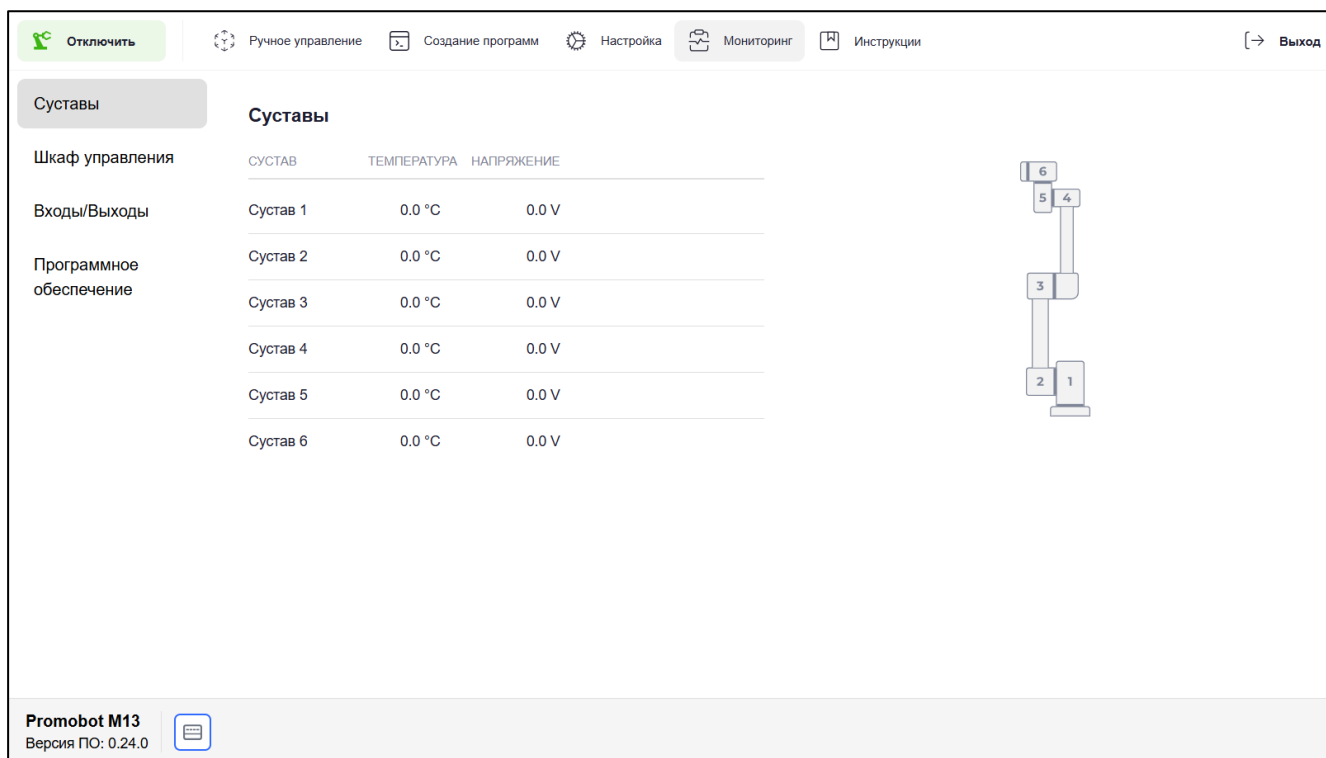

Рисунок II-64 – Раздел «Суставы»
1. Раздел «Суставы» (см. Рисунок II-64) предназначен для мониторинга температуры и напряжения каждого из шести суставов. Значения следует оценивать совместно с предупреждениями и условиями работы робота. Нулевые, отсутствующие или не обновляющиеся значения означают отсутствие актуальной телеметрии либо неподключенный узел и не должны трактоваться как нормальное состояние.